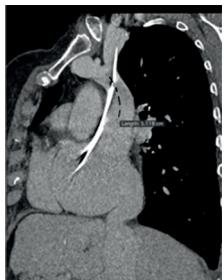

Figura 5: tracciamento della lunghezza al centro della vena
3. Usare il software per misurare la distanza tra i vari piani di misurazione. Se la VCS mostra angolazione o tortuosità, utilizzare lo strumento poligono aperto per tracciare la lunghezza al centro della vena. Le lunghezze tra confluenza e il punto della VCS al centro dell'arteria polmonare e tra la confluenza e la giunzione VCS-AD sono fondamentali per la pianificazione dell'impianto (Figura 5).